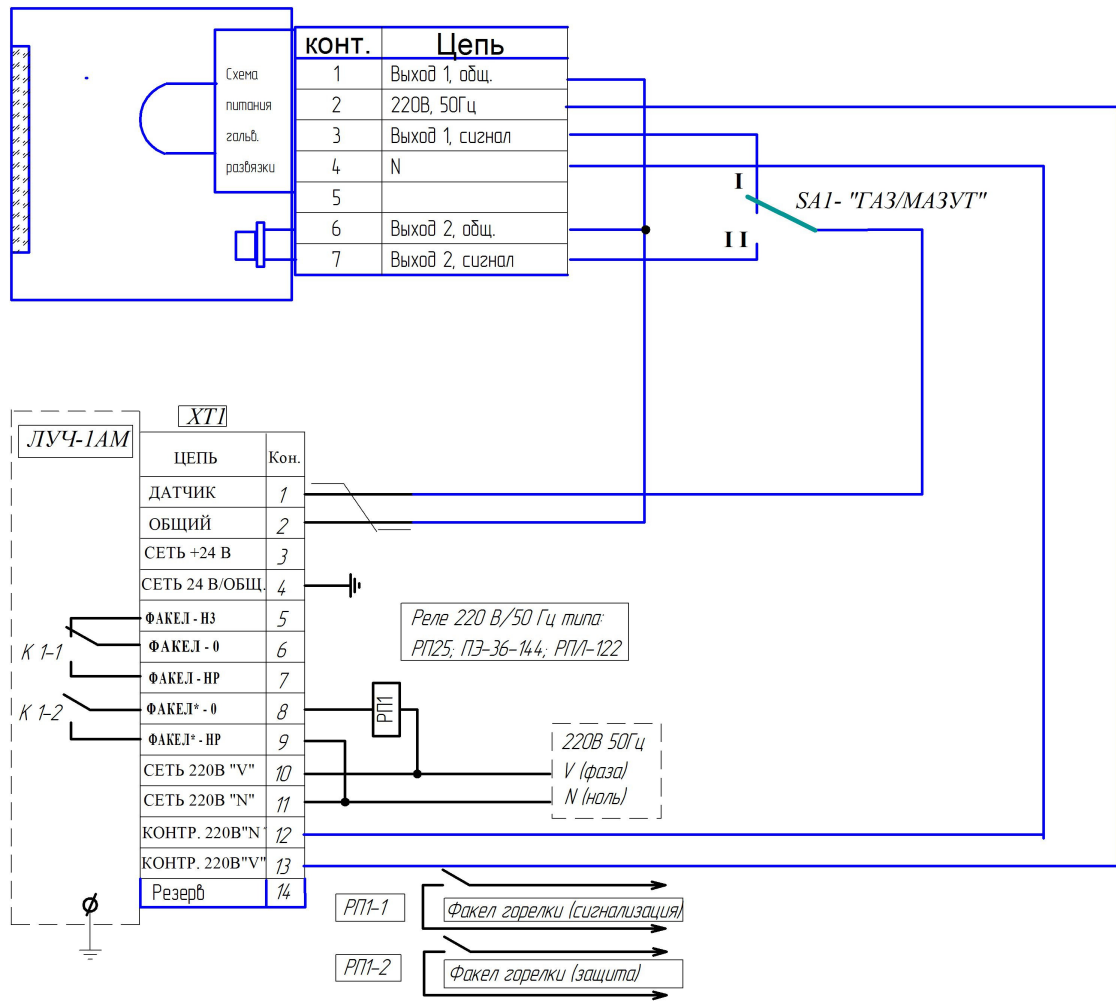

Рис.11. Типовая схема подключения сигнализатора ЛУЧ-1АМ для контроля комбинированной газо-мазутной горелки фотодатчиком ФД-05ГМ с переключением вида топлива.
- Рис. 11. Типовая схема подключения сигнализатора ЛУЧ-1АМ для контроля факела газомазутной горелки фотодатчиком ФД-05 ГМ.